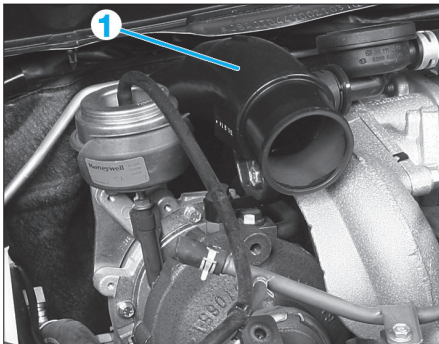

FIG. 2
- Déposer le conduit d'entrée d'air du turbocompresseur (1) (Fig.2).